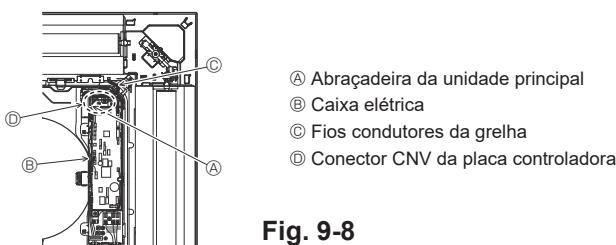

**Fig. 9-6**
### 9.4.2. Instalação temporária da grelha (Fig. 9-6)
- Para fixar a grelha na unidade principal, aperte os parafusos pré-instalados. (Fig. 9-6)
Certifique-se de que não existem folgas entre a unidade principal e a grelha nem entre a grelha e a superfície do teto. (Fig. 9-6)